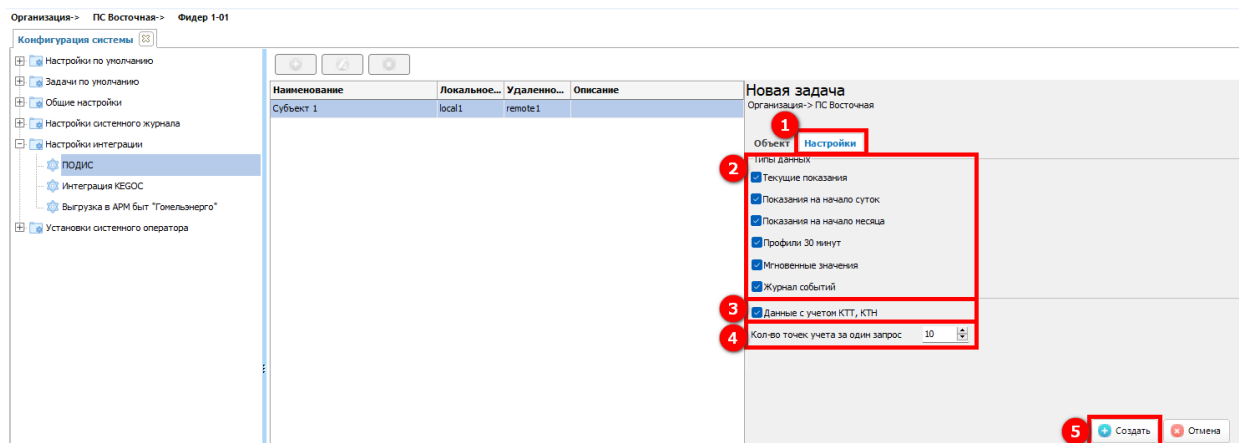

Рисунок 240 – Создание новой задачи для передачи информации – вкладка Настройки
Во вкладке **Настройки** (1) (см. рисунок 240) соответствующими отметками выбираем тип данных, информация по которым будет экспортирована (2) – текущие показания, показания на начало суток, показания на начало месяцев, профили 30 минут, мгновенные значения, журнал событий.